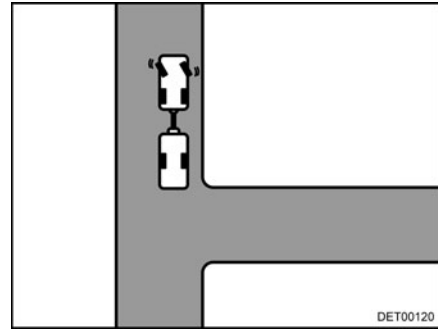

Fig. 12 Braquer à gauche
- Braquer à gauche quand l'attelage est arrêté (Fig. 12).